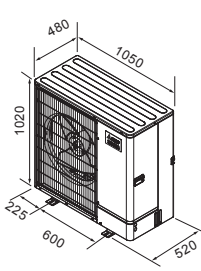

Fig. 2-1
2.2. Ulkomitat (ulkoyksikkö) (Fig. 2-1)